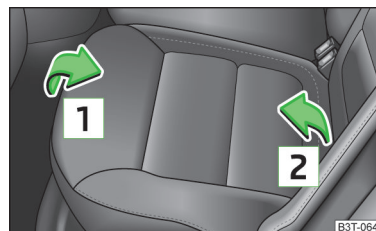

Fig. 78
- Levante la banqueta en el sentido de la flecha **1** » fig. 78 y abátala hacia delante en el sentido de la flecha **2**.